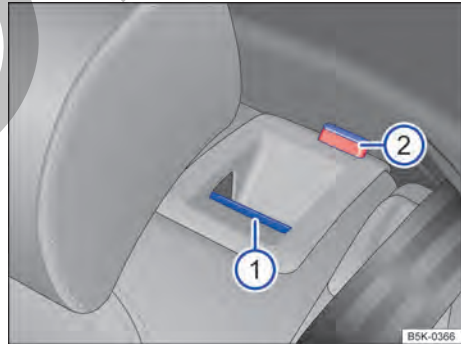

Fig. 65 En el respaldo del asiento trasero: tecla de desbloqueo.
- Tirar de la tecla de desbloqueo → fig. 65 ① hacia adelante y, al mismo tiempo, rebatir el respaldo del asiento trasero hacia adelante.
- La parte de respaldo del asiento trasero estará desbloqueada cuando la marca roja → fig. 65 ② sea visible.
- La marca roja → fig. 65 ② ya no puede ser visible.